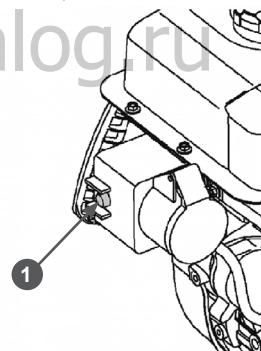

Рис. 35 Кнопка включения электрического стартера
- Нажмите кнопку 1 включения электрического стартера и удерживайте ее (Рис. 35).